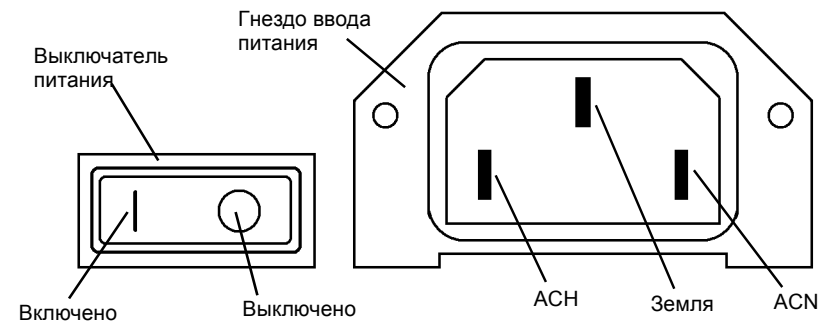

Рисунок 2 Выключатель и гнездо ввода питания
- ii. Подсоедините зажим прибора к контакту Земля (Рисунок 2).
- c. Проверьте, что черный щуп измерительного прибора подсоединен к контакту Земля (Рисунок 2).